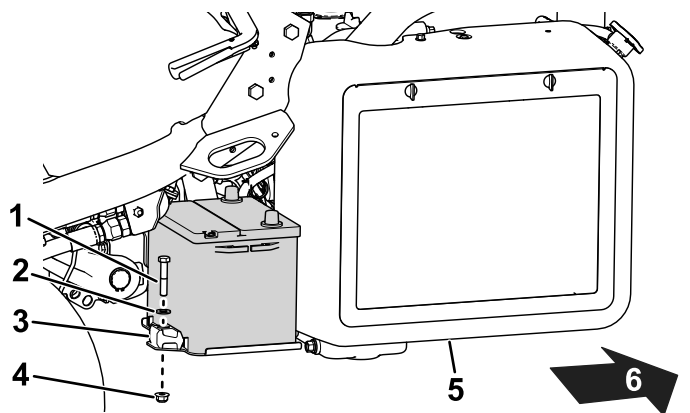

図 36
2. バッテリーをトレイに固定している金具類を外して 図 36バッテリーを機体から外す。
5. バッテリートレイの上にバッテリーを置き、先ほど取り外した固定具で固定する (図 36)。